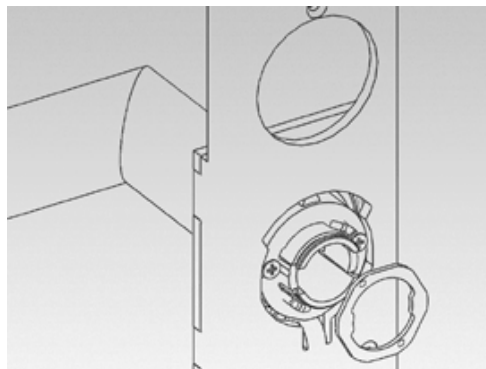

Abbildung 3:
5. Den Vierkant des Innenbeschlags durch die Nussaufnahme des Einsteckschlusses (6) in der Tür schieben, sodass der Beschlag bündig anliegt. Hierbei unbedingt darauf achten, dass das 3-polige Kabel nicht gequetscht wird.
6. Innenbeschlag (8) so ausrichten, dass der Beschlag parallel zur Tür steht.
7. Durch die entsprechenden Löcher am Innenbeschlag (8) die benötigten Bohrungen an der Tür markieren.
8. Innenbeschlag (8) von der Tür entfernen.
10. Inlay (1) auf den Außendrücker (3) schieben. Dies kann je nach Drückervariante nicht mehr im montierten Zustand erfolgen.
11. Außendrücker (3) in gewünschter Richtung horizontal in den Außenbeschlag (4) einstecken, je nachdem, ob es sich um eine DIN links oder DIN rechts Tür handelt.
12. Drückerverschluss (5) aufstecken (Abbildung 2 und Abbildung 3).